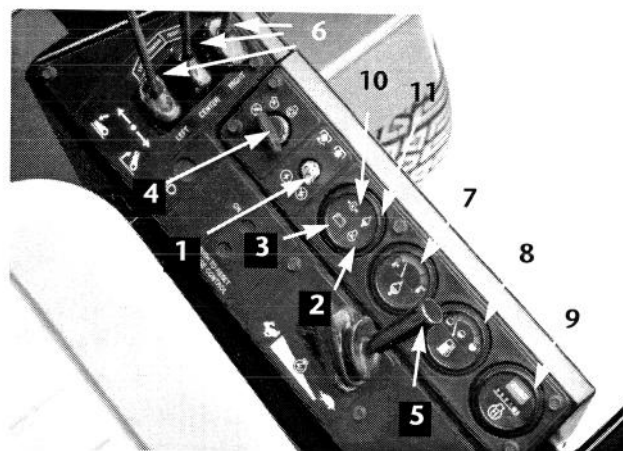

Figure 14
**Commande d'embrayage des unités de coupe** (Fig. 14)—Pour démarrer et arrêter les unités de coupe. Lever la commande et la déplacer vers l'avant pour actionner l'unité de coupe. L'unité centrale est embrayée en premier, suivie des unités latérales environ 1 seconde après.
**Voyant des bougies de préchauffage** (Fig. 14)—Assure automatiquement la durée de préchauffage appropriée lorsque la clé de contact est tournée sur ON (MARCHE). S'allume lorsque les bougies de préchauffage sont activées. Lorsqu'elles sont suffisamment chauffées, le voyant s'éteint pour signaler que le moteur est prêt à démarrer.
**Voyant de charge** (Fig. 14)—S'allume en cas de mauvais fonctionnement du circuit de charge du système.
**Contacteur d'allumage** (Fig. 14)—Trois positions: OFF
**Commande des gaz** (Fig. 14)—Pousser la commande vers l'avant pour augmenter le régime du moteur et vers l'arrière pour le diminuer.
**Commandes de relevage des unités de coupe** (Fig. 14)—Les deux leviers extérieurs relèvent et abaissent les unités de coupe latérales. Le levier central relève et abaisse toute l'unité de coupe. L'unité de coupe ne peut être abaissée que si le moteur tourne. Lorsque les unités latérales sont relevées à plus de 15°, les lames sont automatiquement débrayées. Pour abaisser l'unité de coupe, il suffit de toucher brièvement les leviers.
**Jauge de température du liquide de refroidissement** (Fig. 14)—Indique la température du liquide de refroidissement.
**Jauge de carburant** (Fig. 14)—Indique la quantité de carburant dans le réservoir.
**Compteur horaire** (Fig. 14)—Indique le nombre d'heures de fonctionnement de la machine.
**Voyant avertisseur de pression d'huile moteur** (Fig. 14)—Signale une pression d'huile moteur dangereusement basse.
**Voyant avertisseur de température du liquide de refroidissement** (Fig. 14)—Le voyant rouge s'allume et le moteur s'arrête si la température du liquide de refroidissement dépasse 110°C.